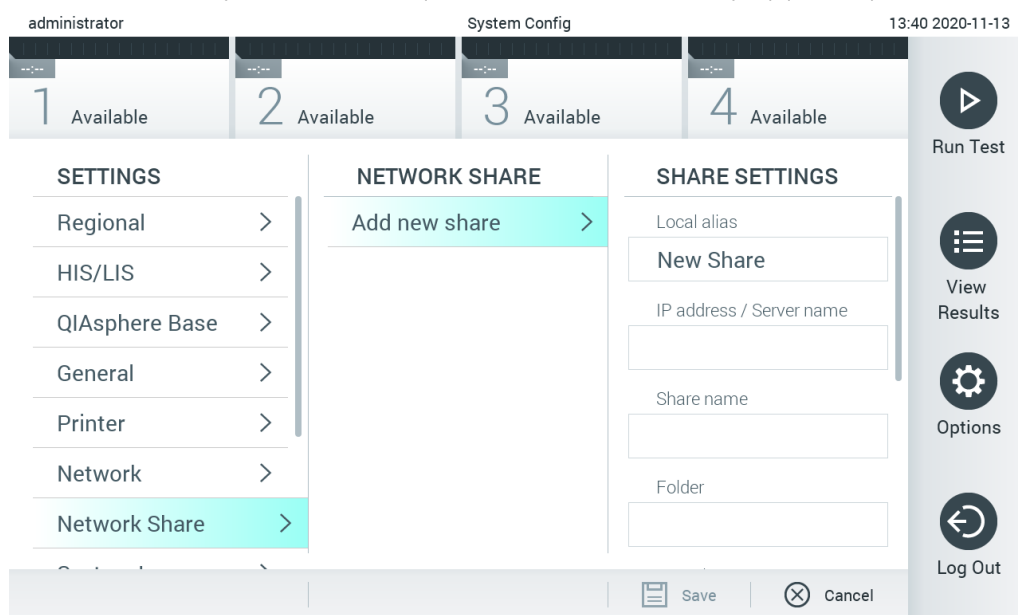

Рис. 75. Додавання мережної папки.
3. Натисніть кнопку **Add new share** (Додати новий спільний ресурс) (рис. 75).